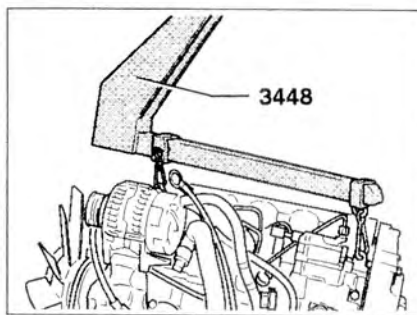

Рис. 3.13. Приподнимите двигатель подъемником, подцепив ее цепь за проушину.
34. Приподнимите двигатель подъемником, подцепив ее цепь за проушину (рис. 3.13). Открутите болты крепления опор двигателя слева и справа. Снимите двигатель, переместив его вперед, и убедитесь, что рулевой механизм не поврежден.